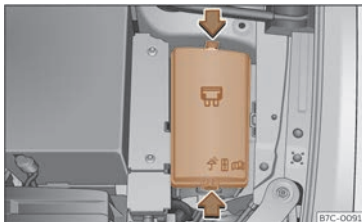

Abb. 195 Im Motorraum: Abdeckung des Sicherungskastens.
- Verriegelungstasten drücken, um die Abdeckung des Sicherungskastens >>> (Abb. 195) zu entriegeln.